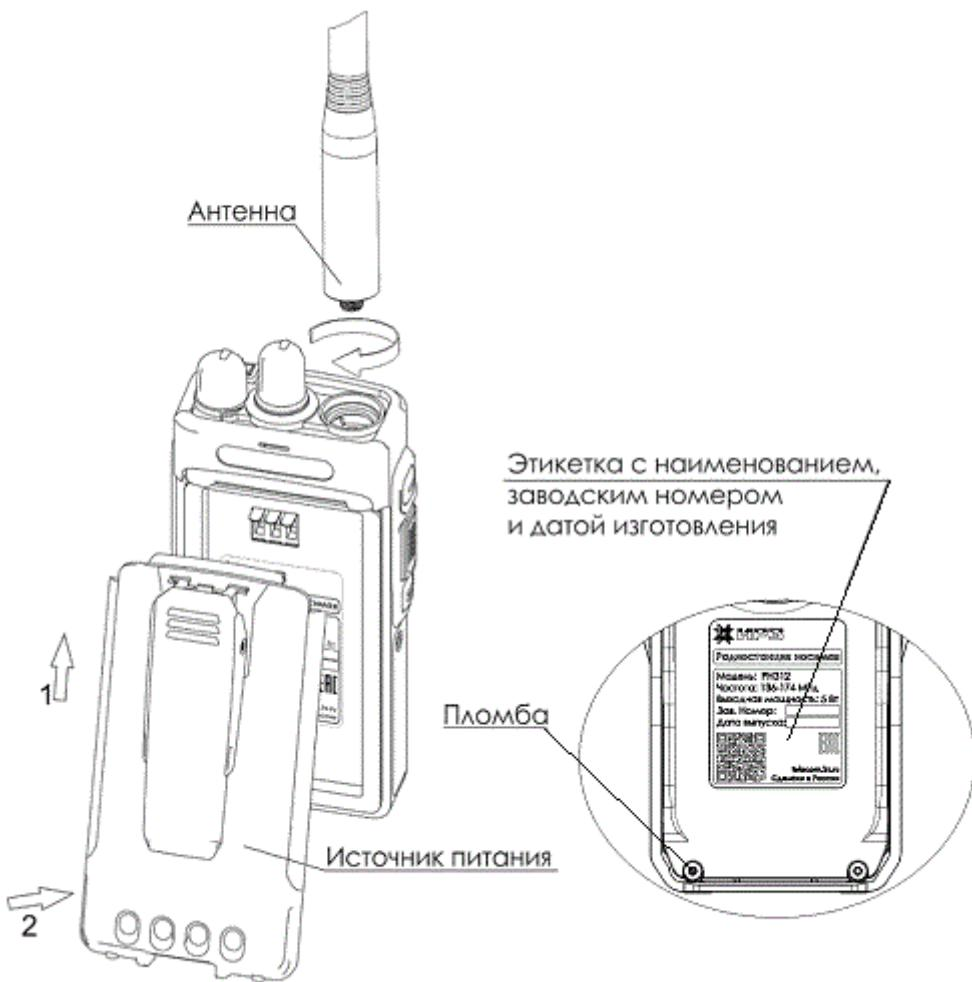

Рисунок 2 — Подключение антенны и источника питания к радиостанции
1.5.2 Маркировка радиостанции расположена на задней крышке под аккумуляторной батареей (см. рисунок 2). Маркировка устойчива к внешним воздействиям в течение всего срока эксплуатации.